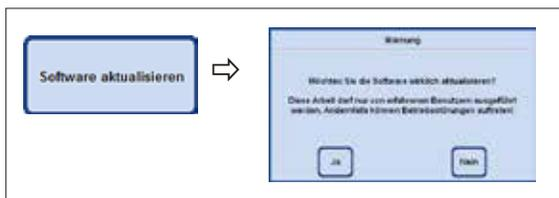

Abb. 77
- Den USB-Stick anschließen und die Taste **SOFTWARE AKTUALISIEREN** drücken (Abb. 77).